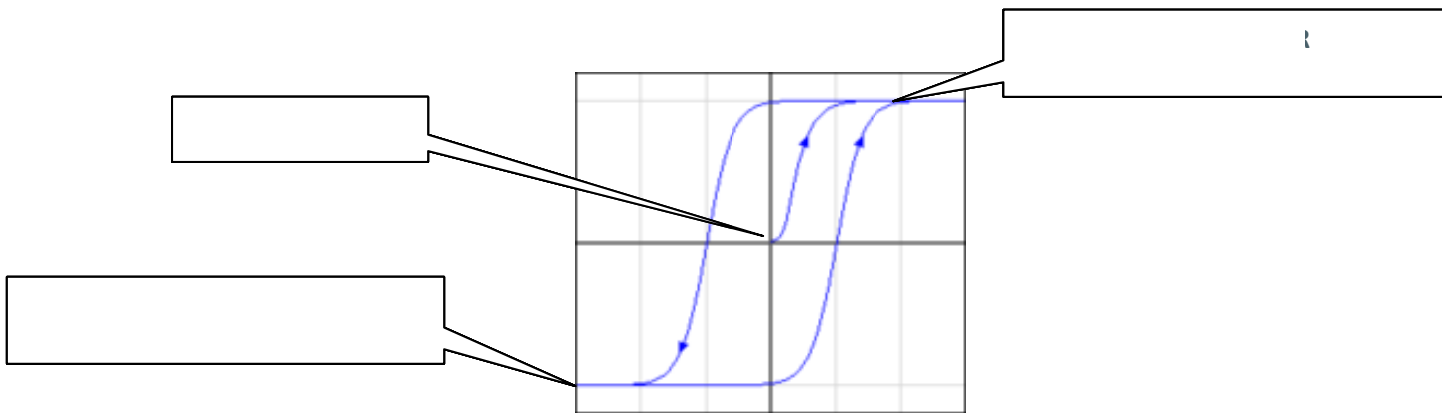

Figure 2.4. Courbes d'hystérésis
- **2 points control (2 limites avec hystérésis)** : une des méthodes de contrôle de la température qu'utilise le thermostat est la méthode de « **2 limites avec hystérésis** ». L'unique facteur à tenir en compte au moment d'appliquer cette méthode de contrôle est de fixer sa sensibilité ; c'est-à-dire indiquer les deux points (supérieur et inférieur) de la courbe d'hystérésis. (Voir **figure 2.4**).